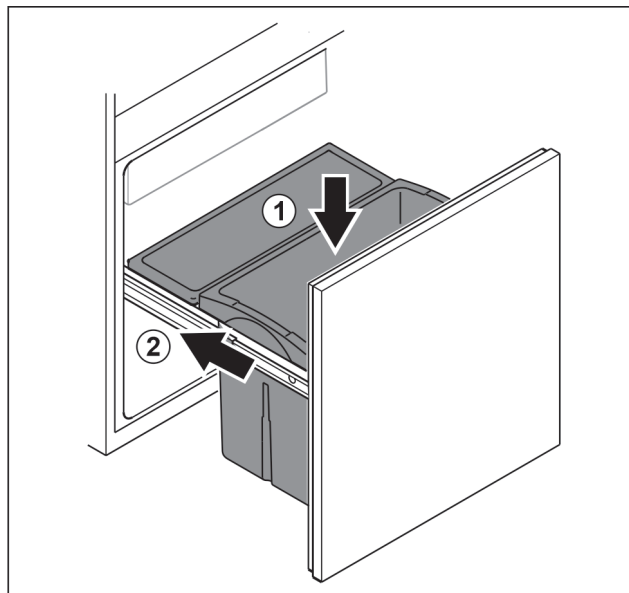

Fig. 99
- ▶ Włożyć szufladę od góry. Fig. 99 (1)
- ▶ Wsunąć wózek wsuwany. Fig. 99 (2)